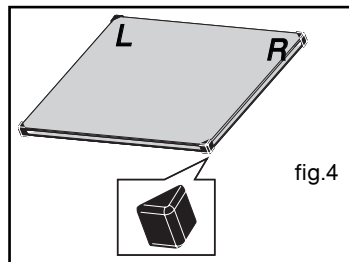

fig.4
- Tag evt. hele enheden ud af ovnlågen. Denne enhed består af en eller to ruden i henhold til modellen og har fire stoppestifter af sort gummi i hvert hjørne (fig.4).